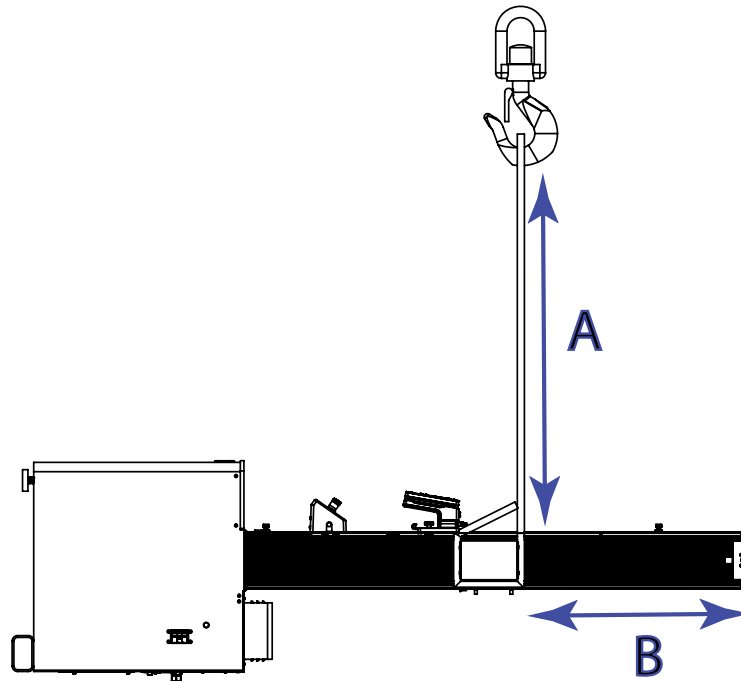

Abbildung 23. Anbringen der Hebegurte
2. Befestigen Sie die beiden Hebegurte an der Traverse und hängen Sie die Gurte im Haken des Krans ein wie in Abbildung 23 auf Seite 82 gezeigt. Wenn Sie Ketten anstelle von Hebegurten verwenden, umwickeln Sie die Traverse und die obere Platte mit Schutzmaterial, damit sie nicht zerkratzt oder beschädigt werden.
Die Länge des Hebegurts (A in Abbildung 23 auf Seite 82) muss größer sein als der Abstand, der erforderlich ist, um die obere Platte (B in Abbildung 23 auf Seite 82) einzuspannen. So wird sichergestellt, dass der Haken den Rahmen beim Heben nicht beschädigt.